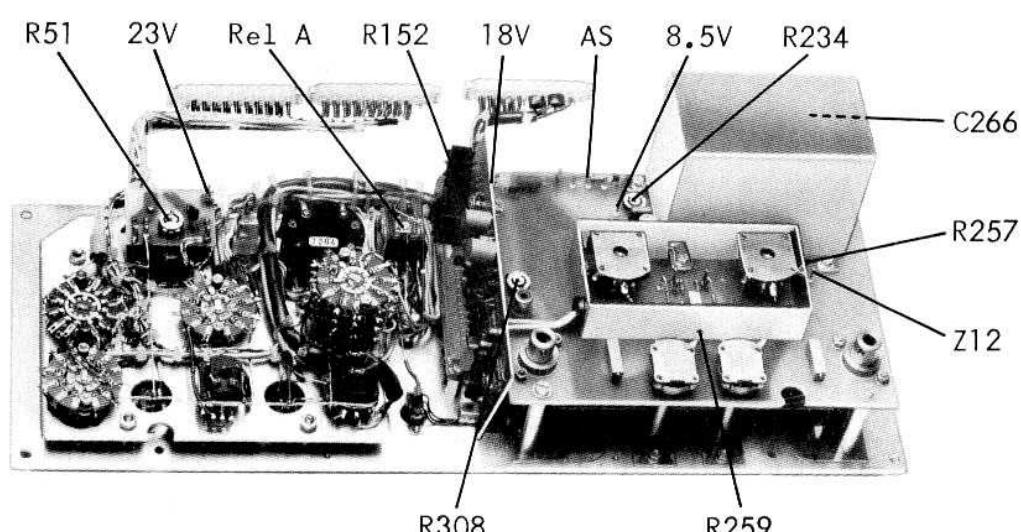

Bild 8 / Figure 8
3. 12 V am Gate von T 65 (Lötstift Z 12, Bild 8). Versorgt Diodenabstimmung, Funktionskontrolle: 2,5 - 4 V über 1 k Widerstand R 257 (Bild 8). Abstimmspannung (Lötstift AS, Bild 8) bei 144 MHz = ca. 4,5 V; bei 146 MHz = ca. 11,4 V (für diese Messung ist Röhren- oder Transistor-Voltmeter mit Eingangswiderstand von größer 10 M Ohm erforderlich!).
4. 8,5 V am Ausgang von IC 31 (Lötstift 8,5 V, Bild 8). Versorgt VFO.
3. 12 V at gate of T 65 (pin "Z 12", Fig. 8). Supplies varicap diode. Functional check: 2,5 - 4 volt across 1 k resistor R 257 (Fig. 8). Tuning voltage (pin "AS", Fig. 8) at 144 MHz = approximately 4,5 volt; at 146 MHz = approximately 11,4 volt (a vacuum tube voltmeter or transistor voltmeter with an input resistance greater than 10 M Ohm is necessary for this measurement).
4. 8,5 V at output of IC 31 (pin "8,5 V", Fig. 8). Supplies VFO.
Der FM-Hub ist auf ca. 5 kHz eingestellt. Er kann mit dem Trimm-Potentiometer R 234 (Bild 8) verändert werden.
Sollte das dB-Meter ohne Signal (jedoch mit 60 Ohm Abschlußwiderstand in der Antennenbuchse) nicht auf "0" zurückgehen, oder schwache Signale nicht angezeigt werden, kann das dB-Meter mit dem Trimm-Potentiometer R 51 (Bild 8) wieder auf Null eingestellt werden.
The FM deviation is set at approximately 5 kHz. Deviation can be adjusted with the trimmer potentiometer R 234 (Fig. 8).
If the dB-meter does not return to the "0" position without signal (although the antenna socket is terminated with a 60 Ohm termination) or if weak signals are not indicated, re-adjust the dB-meter with trimmer potentiometer R 51 (Fig. 8) to zero.